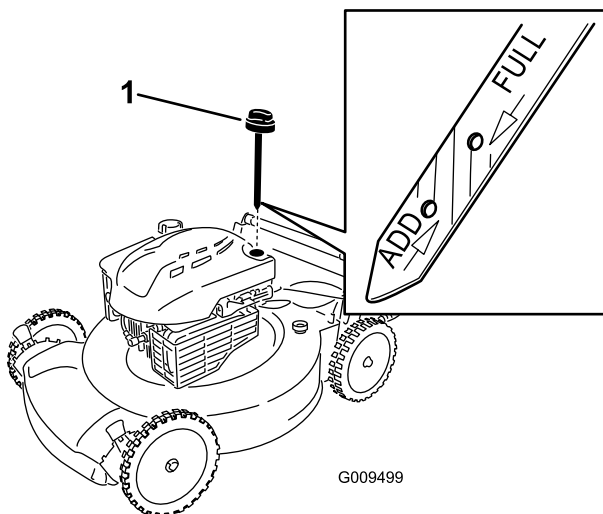

Bild 8
1. Nehmen Sie den Peilstab heraus und wischen Sie ihn ab. Stecken Sie ihn dann ganz ein (Bild 8).
2. Nehmen Sie den Peilstab heraus und prüfen Sie den Ölstand (Bild 8). Wenn der Ölstand unter der **Nachfüll**-Marke ist, gießen Sie **langsam** Öl in den Einfüllstutzen, um den Ölstand auf die **Voll**-Marke am Peilstab anzuheben. **Füllen Sie nicht zu viel ein.** (Max. Füllstand: 0,59 l des Typs: Waschaktives SAE 30-Öl mit der Klassifizierung SF, SG, SH, SJ, SL oder höher durch das American Petroleum Institute (API).)